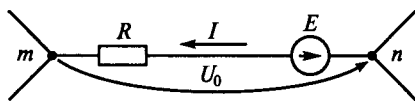

Рис. 32
1.46. Для заданной на рис. 32 ветви  $mn$  цепи постоянного тока составить уравнение второго закона Кирхгофа и указать правильное выражение для определения тока  $I$  в этой ветви.